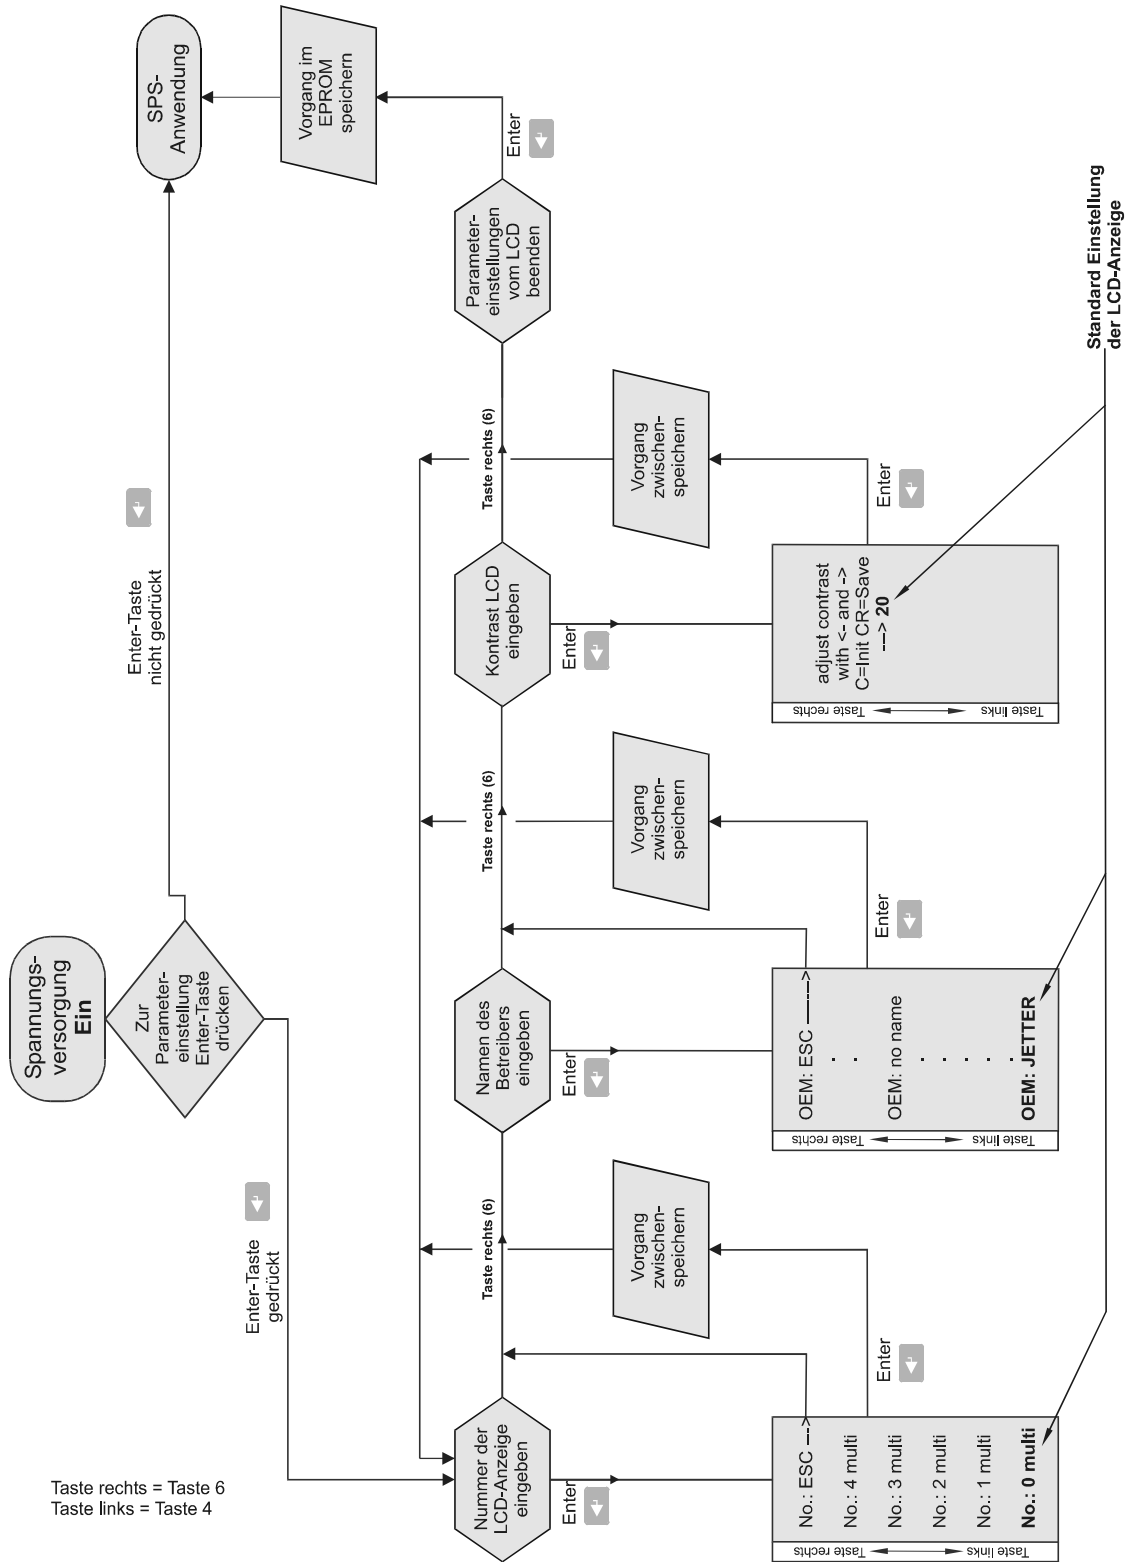

Abb. 3: Ablaufschema LCD- Parametrierung
- Die Parameter des LCD 52 Bediengeräts sind nach dem Ablaufschema von Abb. 3, Seite 15 einzugeben.